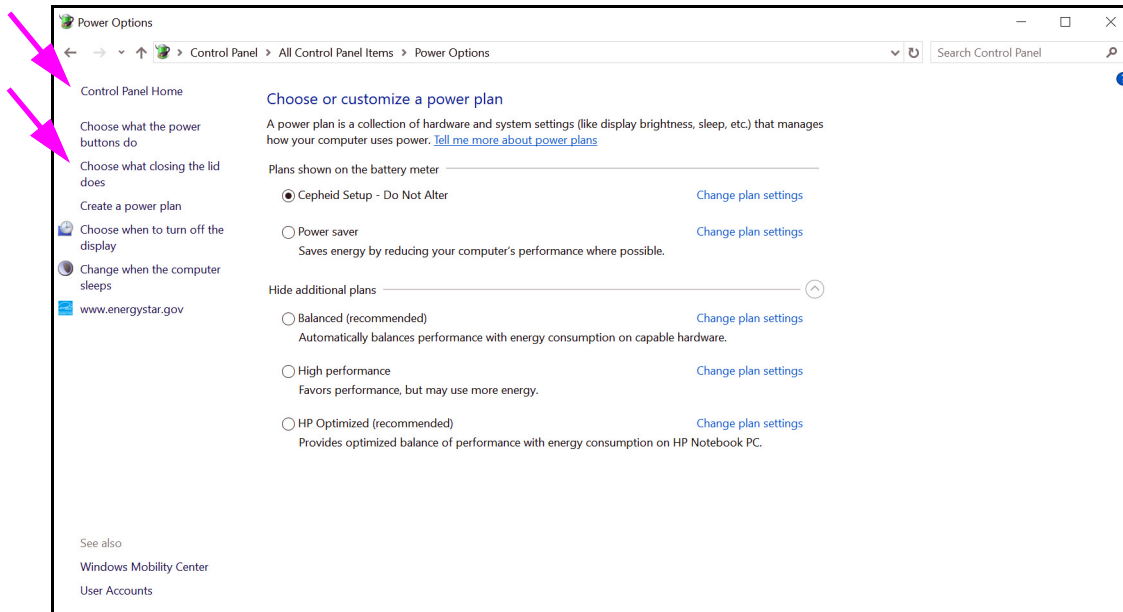

Figura 2-29. Finestra Power Options (Opzioni risparmio energia)
9. Fare clic su **Cancel (Annulla)** per chiudere la finestra Edit Plan Settings (Modifica combinazioni per il risparmio di energia). Viene visualizzata la finestra Power Options (Opzioni risparmio energia) (vedere la Figura 2-29).